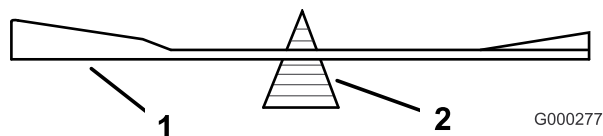
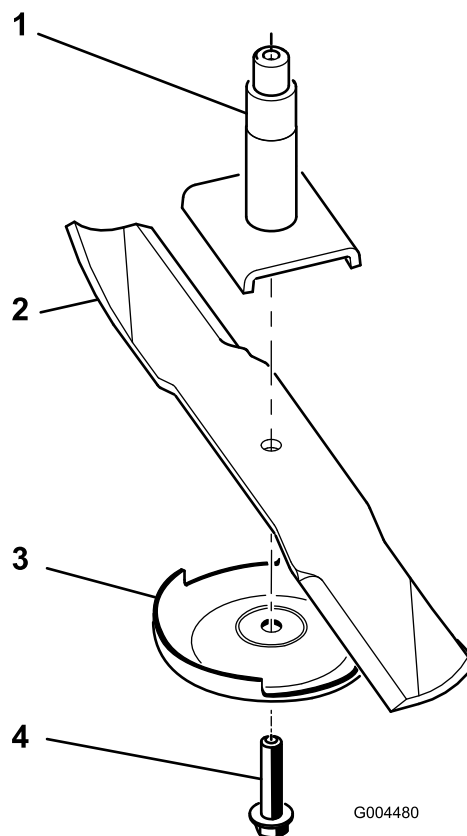

図 22
図 23
2. スピンドルのシャフトからブレードボルト、芝削り防止プレート、ブレードを取り外す【図 23】。
2. ブレードバランサー【図 22】を使ってバランスを調べる。ブレードが水平に停止すればバランスがとれているからそのまま使用してよい。もし傾くようなら、重い方の裏面を少し削って調整する【図 23】。バランスがとれるまで調整する。
1. スピンドルシャフトにブレードを取り付ける（【図 23】）。
2. 芝削り防止プレートとブレードボルトを取り付ける【図 23】。